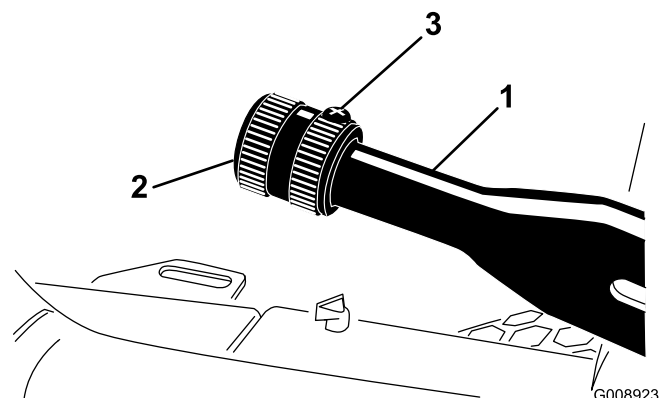

Figure 58
1. Desserrez la vis de fixation du bouton sur le levier du frein de stationnement (Figure 58).